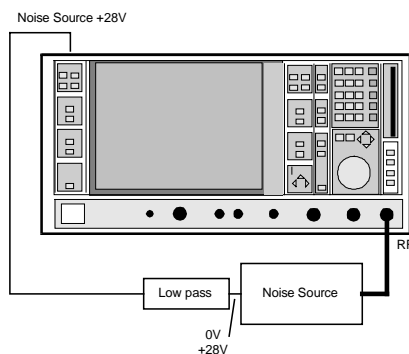

Bild 2-1 Vorbereitung für Kalibrierung
- Verbinden Sie Ihre Rauschquelle (Noise source) mit dem HF-Eingang des Analysators. (siehe Bild 2-1)